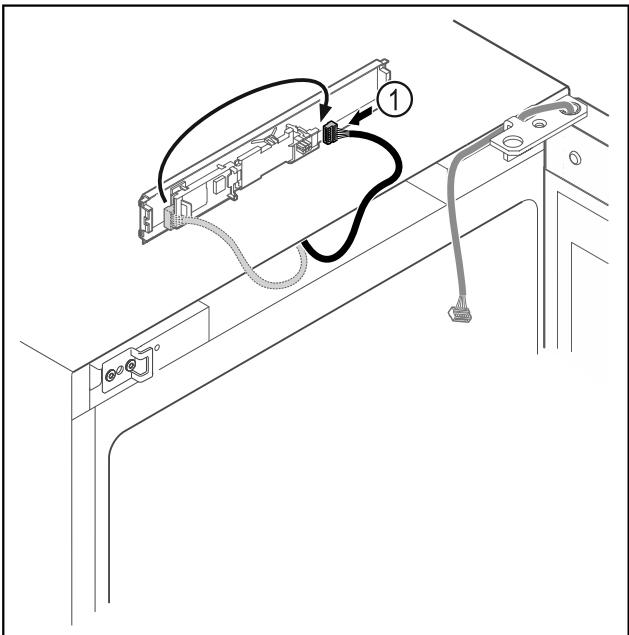

Fig. 7
► Stecker Fig. 7 (1) auf Platine umstecken.